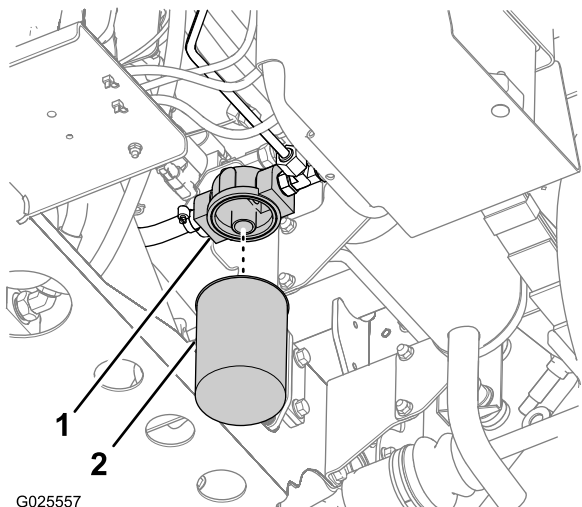

Figura 81
4. Retire o filtro rodando-o no sentido contrário ao dos ponteiros do relógio (Figura 81).
5. Limpe a superfície de encaixe do filtro do adaptador do filtro (Figura 81).
7. Enrosque o filtro no adaptador do filtro até a junta do filtro entrar em contacto com a superfície de encaixe do adaptador (Figura 81) e depois aperte o filtro mais 1/2 volta (Figura 81).
2. Limpe a zona em torno da montagem do filtro (Figura 81).
3. Coloque um recipiente de escoamento debaixo do filtro (Figura 81).